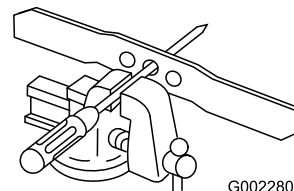

Рисунок 30
1. Проверьте балансировку ножа, поместив центральное отверстие в нож поверх гвоздя или стержня отвертки, зажатых горизонтально в тисках (Рисунок 30).